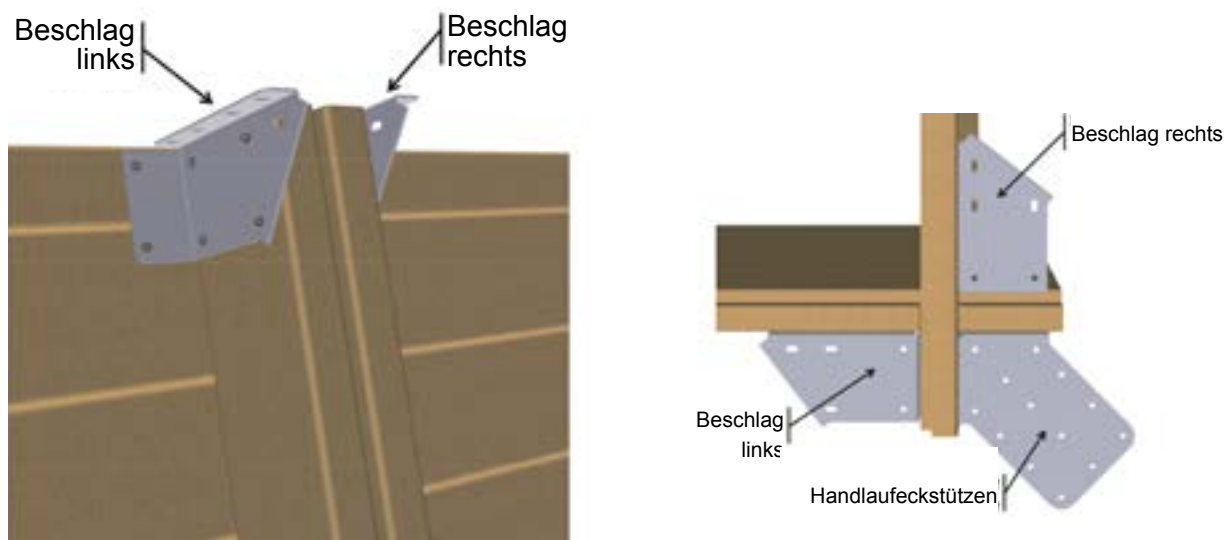

Abbildung 18 – Positionierung der Beschläge am oberen Ende der Streben    Abbildung 19 – Anbringen der Beschläge in den Ecken
- Bringen Sie am oberen Ende der Streben vier «rechte» und vier «linke» Beschläge aus dem Kit «Befestigungselemente» wie in **Abbildung 18** an. Verwenden Sie 6 Torx-Gewindeschrauben 6 x 20 aus A2 Edelstahl (Pack G) pro Beschlag, also insgesamt 48 Schrauben.